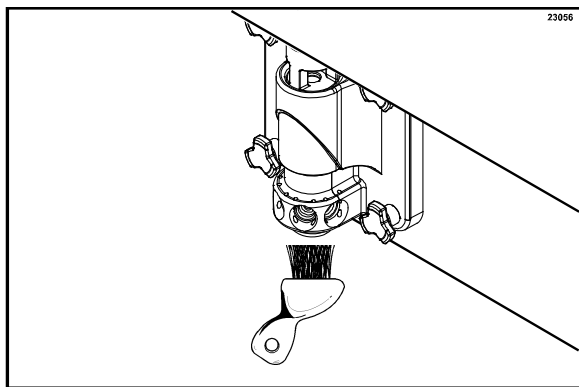

Figure 24
4. Revenir à l'unité avec une petite quantité de solution aseptisante. Placer un seau sous le bec de la porte et tremper la brosse du bec de la porte dans la solution aseptisante. Nettoyer le bec, ainsi que le bas du centrifugeur, la lame du centrifugeur et les raccords de flexibles à sirop à la brosse (Cf. Figure 24).